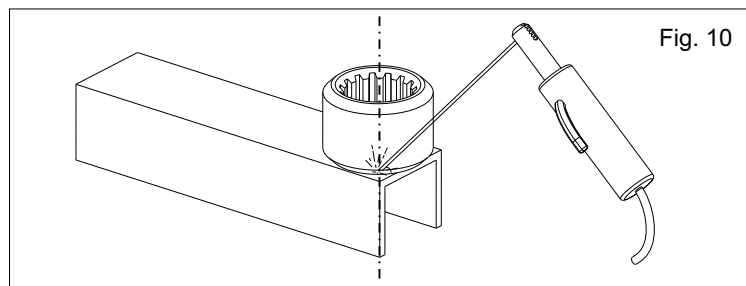

Fig. 10
3.3. Souder soigneusement la boucle au profilé en respectant la perpendicularité avec l'axe de rotation (Fig. 10)